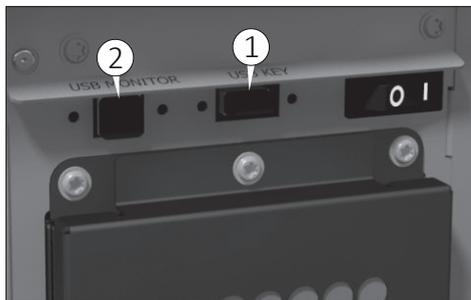

Fig. 25
- 1) USB type A (1 Fig. 25) pour clé USB: voir le chapitre "Gestion de la clés USB".
- 2) L'USB type B (2 Fig. 25) est utilisé pour connecter un PC externe.